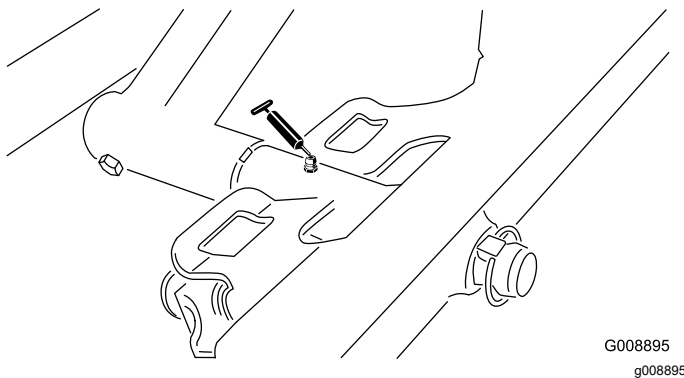

Bild 33
- Drehbüchsen am vorderen Mähwerk (Bild 33)